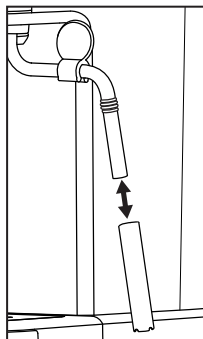

Abb. 3
- 5) Ziehen Sie die Hülle der Milchaufschäumdüse 10 ab (siehe Abbildung 3) und reinigen Sie diese sorgfältig im warmen Wasser.
- 7) Schieben Sie die Hülle wieder auf die Milchaufschäumdüse 10 (siehe Abbildung 3).